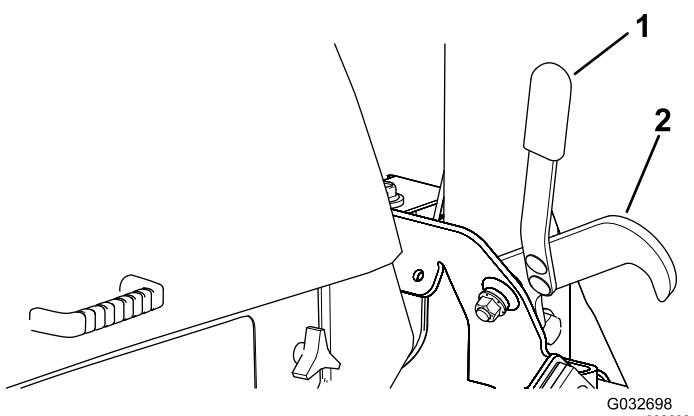

Figura 29
- Utilizando o manípulo, desprenda os trincos que seguram as plataformas na posição elevada (Figura 29).